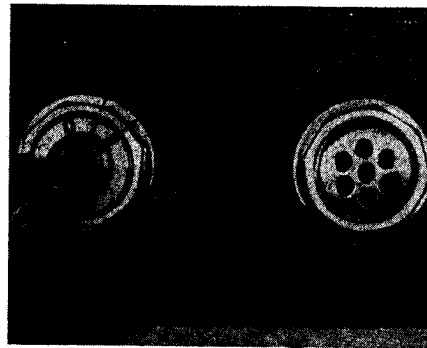

Abb. 31 Glühanlaßschalter in Stellung „Starten“
4. Kupplungspedal durchtreten und den Glühanlaßschalter in Stellung 2 bringen, dadurch wird der Anlasser betätigt. Den Anlasser nie länger als etwa 15 Sekunden betätigen. (Abb. 31.) Springt der Motor bei dem ersten Startversuch nicht an, so sind zwischen den einzelnen Startversuchen kurze Pausen einzulegen, um Anlasser und Batterien zu schonen. Nach drei vergeblichen Startversuchen ist erst nach der Ursache des Fehlstartes zu forschen und diese abzustellen, bevor nochmals gestartet wird.